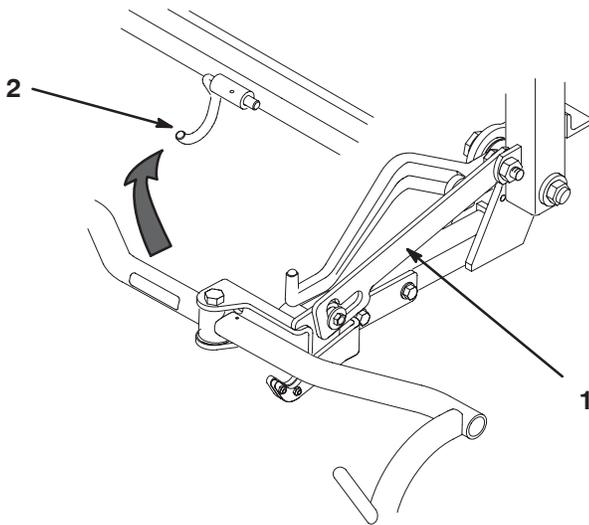

Bild 18
- C. Heben Sie das geschlitzte Verbindungsteil an und drehen Sie das Zuggestell auf den Drahhaken (Bild 18).